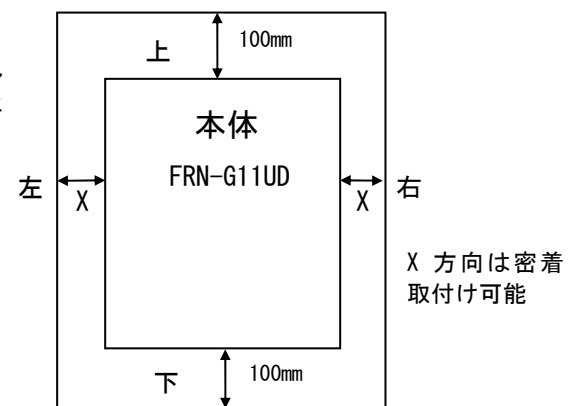

図 2-2-1
- ① FRENIC5000G11UD の文字が正面に見えるように強固な構造物にボルトでしっかりと垂直に取り付けてください。上下を逆にしたり水平面に取り付けしないでください。
- ② インバータの運転中は発熱しますので、冷却風の通路を確保するために、図 2-2-1 に示すスペースを設けてください。発生した熱は上部に放熱しますので熱に弱い機器の下には取り付けしないでください。
- ③ インバータ運転中は、冷却フィンの温度が 90℃付近まで上昇します。インバータ背面の取り付け面は、温度上昇に十分耐えられる材質のものを使用してください。